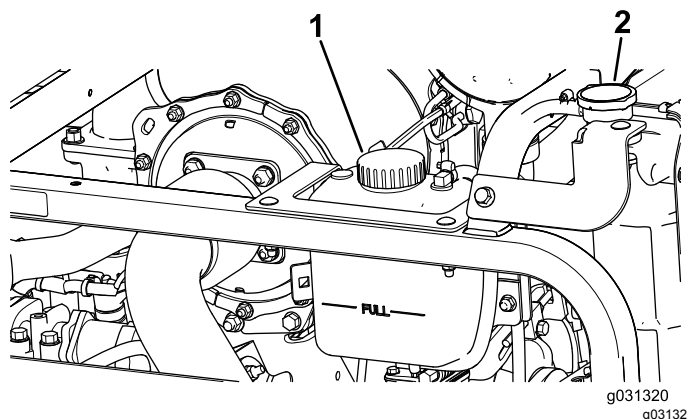

Figura 119
1. Retire cuidadosamente el tapón del radiador y el tapón del depósito de expansión (Figura 119).
2. Compruebe el nivel de refrigerante del radiador (Figura 119).